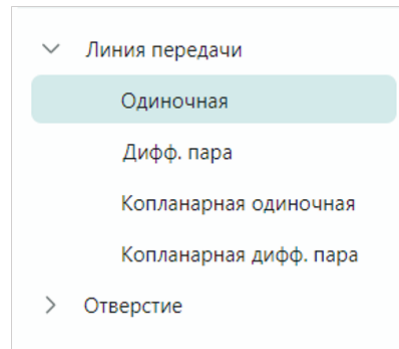

Рис. 15 Выбор типа ЛП
1. Выбрать тип линии передачи для расчета, см. Рис. 15.